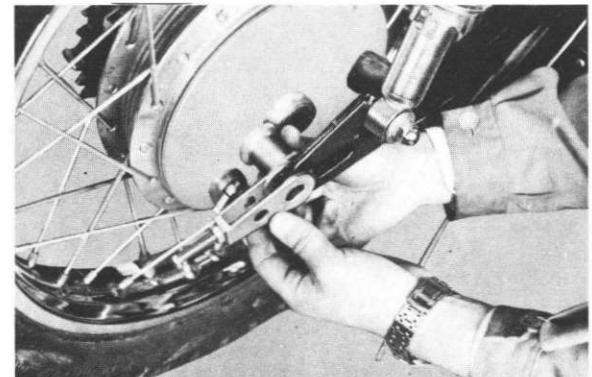

Fig. 5-4-6
- 5) Remove the right-hand chain puller and distance collar. (Fig. 5-4-6)
- 5) Retirez le tendeur de chaîne droit ainsi que l'entretoise. (Fig. 5-4-6)
- 5) Kettenreguliergestänge auf der rechten Seite und Anschlagstück demontieren. (Abb. 5-4-6)